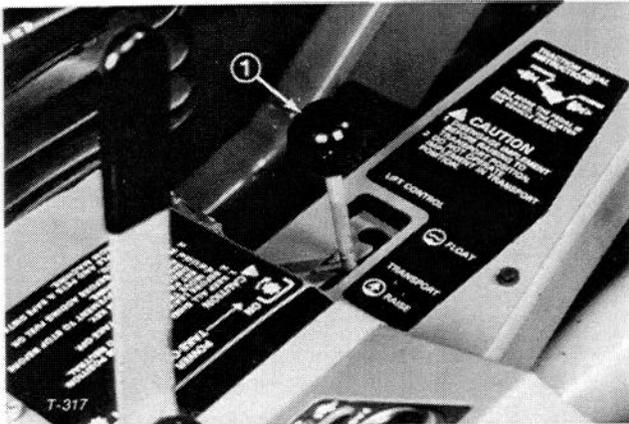
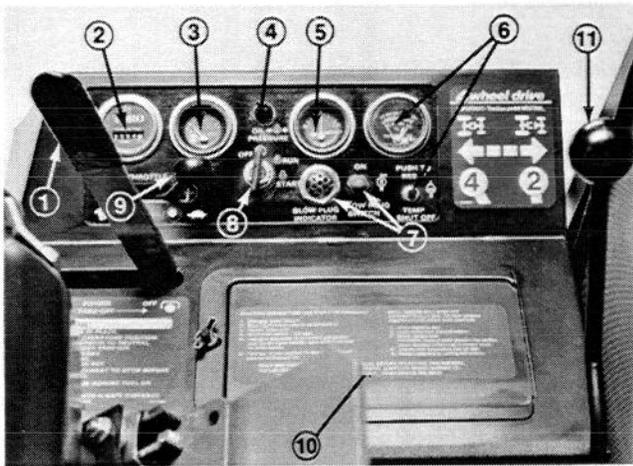

Fig. 7
Fig. 8
Leva di sollevamento (Fig.7)
Leva della presa di forza (Fig. 8)
Contaore (Fig. 8)
Indicatore del carburante (Fig. 8)
Spia della pressione dell'olio (Fig. 8)
Amperometro (Fig. 8)
Interruttore della temperatura/indicatore e pulsante di ripristino (Fig. 8)
Leva e spia della candela a incandescenza (Fig. 8)
Interruttore di accensione (Fig. 8)
Leva del gas (Fig. 8)
1. Verificare che il freno di stazionamento sia innestato, che la leva della presa di forza sia in posizione OFF (Fig. 8) e che la leva di sollevamento sia in posizione TRASPORTO o ABBASSA (Fig. 7). Togliere il piede dal pedale di comando della trazione e verificare che il pedale sia in folle.
2. Mettere la leva del gas (Fig. 8) in posizione di "tutto gas" (FAST).
4. Girare la chiave su START (Fig. 8). Rilasciare la chiave immediatamente quando il motore si avvia, e lasciare che ritorni su RUN. Mettere la leva del gas su SLOW.